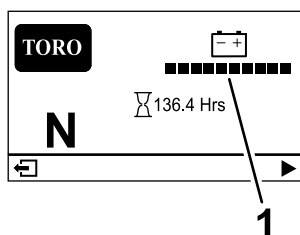

Figura 25
- **Ecrã de informação principal** (Figura 25): mostra a informação atual da máquina enquanto a chave está na posição LIGAR.